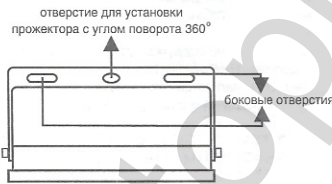

Рис. 2 Кронштейн для крепления светодиодного прожектора
7.1 Прожектор устанавливается на поверхности при помощи кронштейна с тремя отверстиями (**рис. 2**).
7.2 Возможна установка прожектора с углом 360° используя центральное отверстие на кронштейне (**рис. 2**).